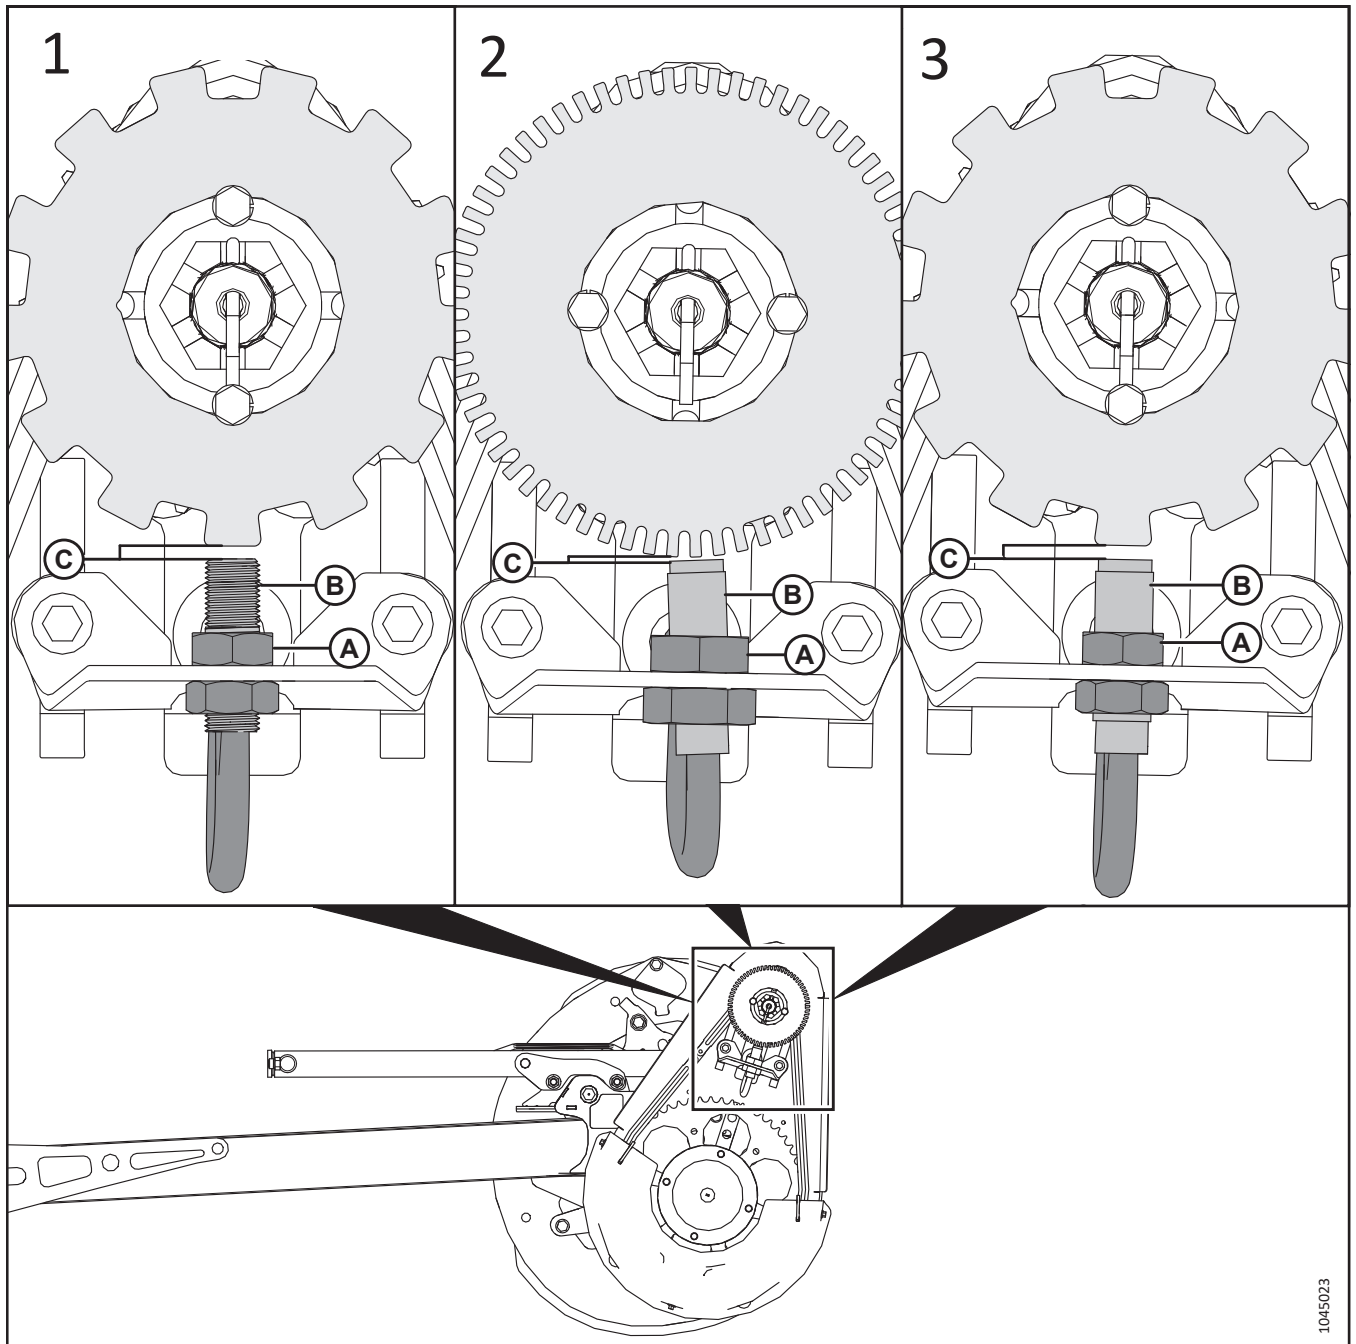

Figura 4.335: Configurazioni del sensore di velocità dell'aspo e del disco
6. Rimuovere il dado superiore dal nuovo sensore e posizionare il sensore (B) sul sostegno. Fissarlo con il dado superiore (A).
7. Utilizzare la Tabella e la Figura 4.335, pagina 493 per determinare il tipo di sensore per la mietitrebbia e regolare i dadi del sensore per impostare lo spazio (C) in base alle seguenti specifiche: